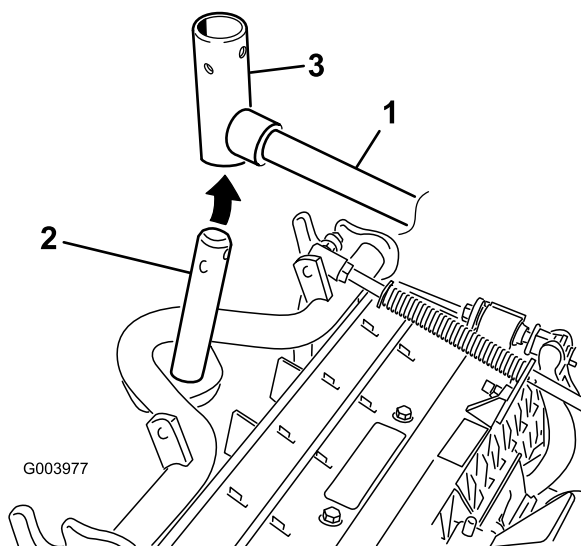

Figura 7
7. Per gli elementi di taglio anteriori, infilate un elemento di taglio sotto il braccio di sollevamento mentre inserite l'albero del telaio portante nella forcilla di articolazione del braccio di sollevamento (**Figura 7**).
- B. Inserite la forcella del braccio di sollevamento nell'albero del telaio portante (Figura 7).